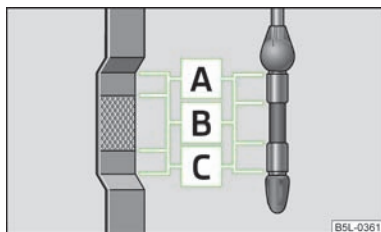

Fig. T19
La jauge d'huile indique le niveau d'huile moteur » fig. T19.
- Le niveau ne doit jamais dépasser la zone **A** » fig. T19. Risque d'endommagement du système d'échappement !